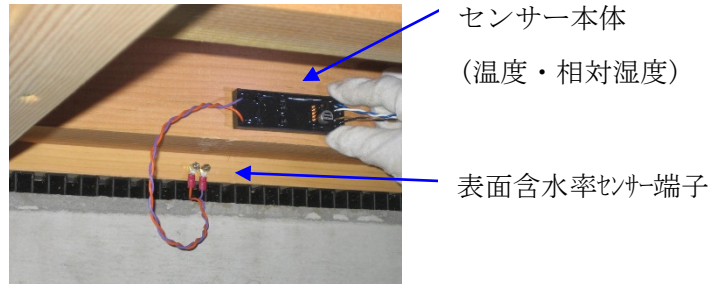

図 6.6.2 土台へのセンサーの取り付け状況
具体的には、屋根や外壁からの雨水等の浸入があれば柱などをつたい最終的に土台部に水分が下りてくること、また腐朽は浴室や洗面所といった水まわりの床下で多く発生していること、さらに蟻害は浴室、玄関・勝手口、洗面所などのほか、排水廻りや居室床下でも多いことなどの調査結果に基づいて床下外周および水まわり各部へ優先的に設置する方式としました。センサー取り付け位置の例については、図 6.6.2 を参照して下さい。
一般的な木造住宅の場合の事例として、図 6.6.2 のように家の中心付近に温度・相対湿度センサーを配置 (1) し、建物の外周に 10 個の表面含水率のセンサーを配置 (2~11) しました。外周のセンサーは、水を使用する場所(台所と浴室もしくは洗面所)の各箇所のほか各方向別に設置しました。構造によって相対湿度センサーを複数個取り付けることは可能です。